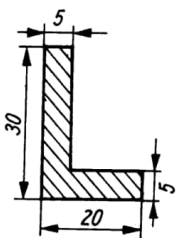

Bild 50
- 3.80** Berechnen Sie die Lage des Schwerpunktes für das in Bild 50 dargestellte $1,00\text{ m}$ lange Winkelprofil (Maßangaben in Millimeter).